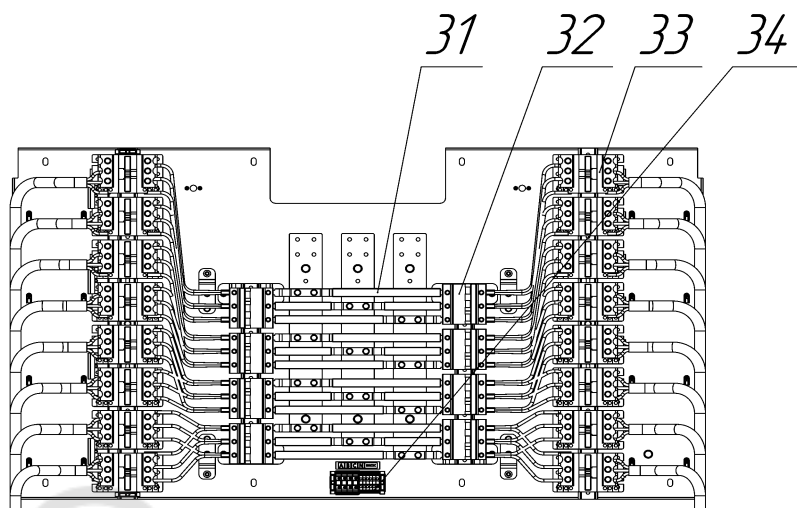

Рисунок 3. Блок контакторов
5.13 Блок контакторов (3) (см. рис. 3) состоящий из электрораспределительных шин (31), автоматических выключателей (32), электромагнитных контакторов (33) обеспечивает подачу электроэнергии на блоки ТЭН. В нижней части расположена группа клеммных колодок (34) для подключения дополнительного оборудования (см. 5.14)